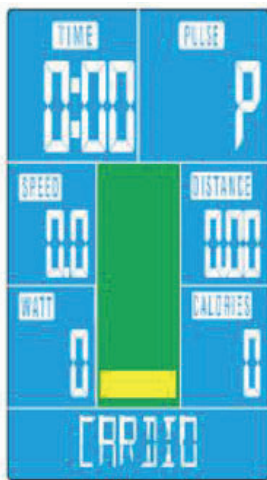

Abb. 13
1. Wählen Sie das Programm (Cardio) und bestätigen Sie die Auswahl mit der MODE-Taste (siehe Abb. 13).